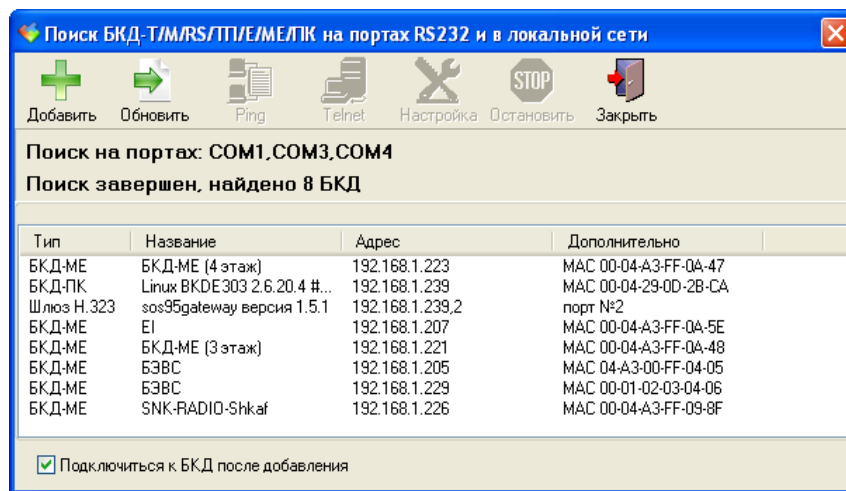

Рисунок 10 - Поиск БКД
2. В открывшемся окне на вкладке «БКД» выбрать в меню «Поиск БКД» (рисунок 10).